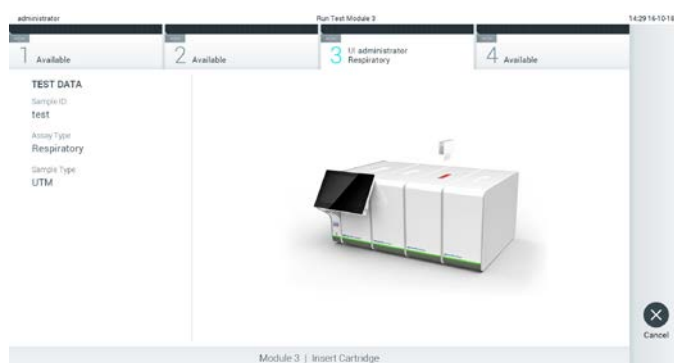

Figura 27. Introducción del cartucho de ensayo QIAstat-Dx en el QIAstat-Dx Analyzer 1.0.
7. Asegúrese de que ambas tapas de la muestra del puerto para hisopo y el puerto principal del cartucho de ensayo QIAstat-Dx estén bien cerradas. Cuando el puerto de entrada del cartucho ubicado en la parte superior del QIAstat-Dx Analyzer 1.0 se abra automáticamente, introduzca el cartucho de ensayo QIAstat-Dx con el código de barras mirando hacia la izquierda y las cámaras de reacción mirando hacia abajo (figura 27).